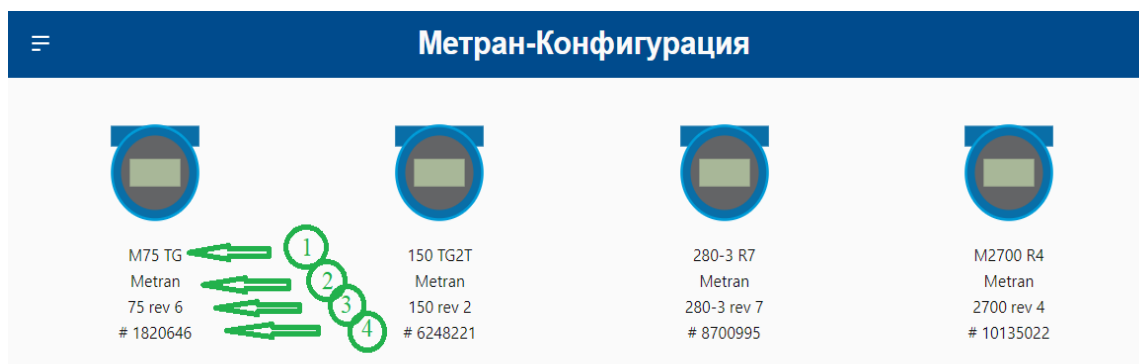

Рис. 84 Пример расшифровки наименования полевого устройства
- тэг устройства (длинный для HART6, HART7; короткий для HART5) – 1 (рис. 84)
- название фирмы производителя – 2 (рис. 84)
- название устройства и его ревизия – 3 (рис. 84)
- серийный номер полевого устройства – 4 (рис. 84).